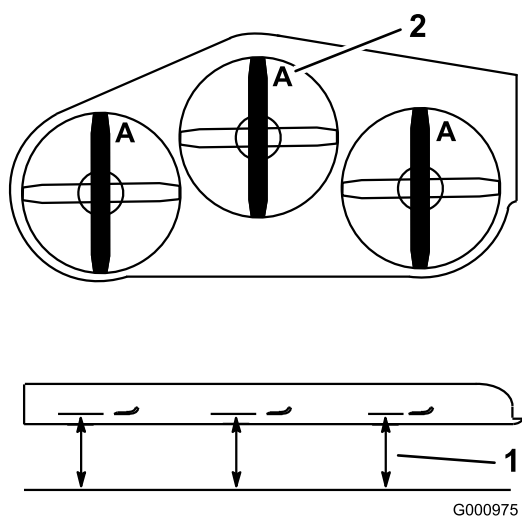

Рисунок 56
2. Измерьте расстояние от горизонтальной поверхности до режущей кромки ножей в положении **A**, (Рисунок 56).